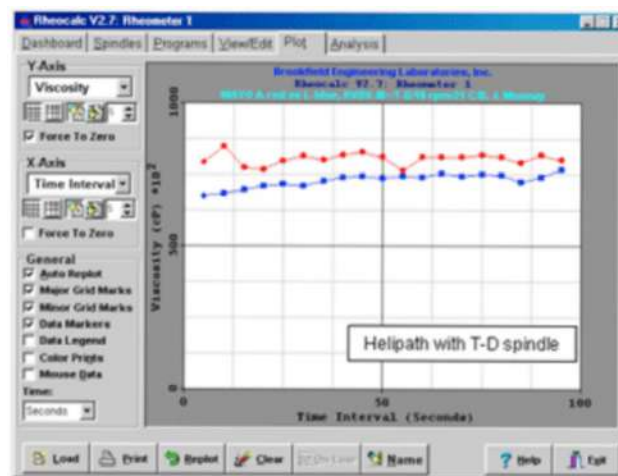

Figura 1
- A maionese tradicional "A" é mais viscosa (mais espessa) do que a maionese com baixo teor de gordura "L" (Figura 1).